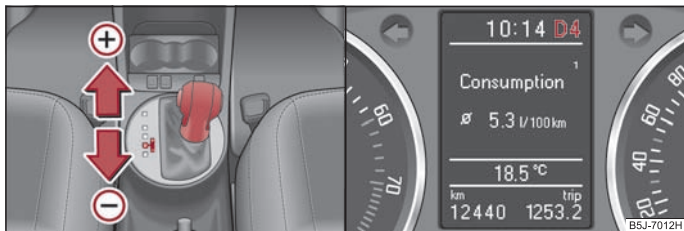

Fig. 101 Sélecteur: Enclenchement manuel / Grand écran d'informations: Enclenchement manuel
La position enclenchée du levier sélecteur est affichée sur l'écran d'informations du combiné d'instruments conjointement au rapport enclenché ⇒ fig. 101 à droite.
- Poussez le sélecteur (en position Tiptronic) vers l'avant ⇒ fig. 101 (+).